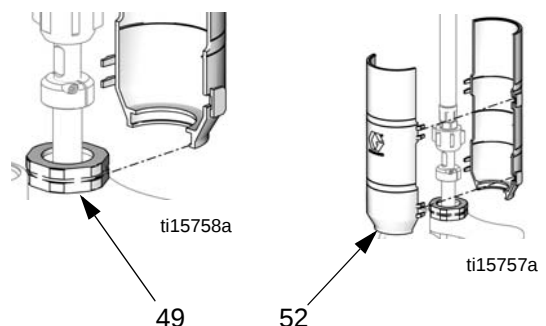

FIG. 2. Demontage en montage van het spatscherm
Zie FIG. 2. Verwijder het tweedelige spatscherm (52) door een schroevendraaier recht in de gleuf te steken en hem als hefboom te gebruiken om het lipje te ontgrendelen. Doe dit voor alle lipjes. Gebruik de schroevendraaier **niet** om de spatschermen uit elkaar te wrikken.